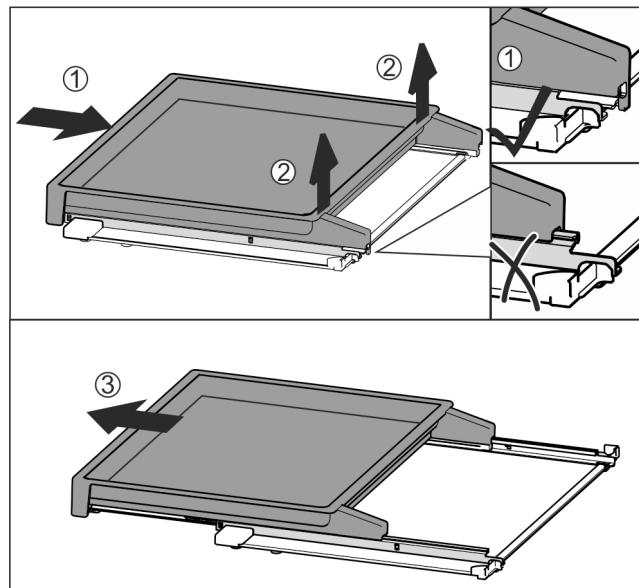

Fig. 78
- Úplne zasuňte vyťahovaciu poličku Fig. 78 (1).
- Uvoľnite západku na zadnej strane Fig. 78 (2).
- Vyberte vyťahovaciu poličku smerom dopredu Fig. 78 (3).